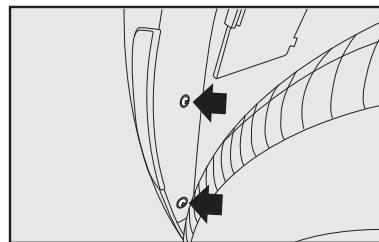

fig. 17
- Desapertar os dois parafusos de fixação do para-barro **fig. 17**;